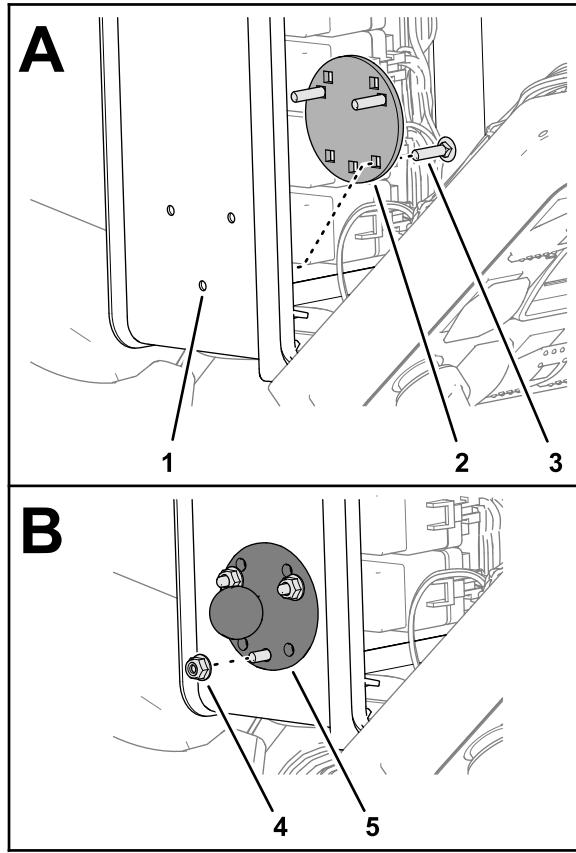

Figure 41
1. Insérez les 3 boulons de carrosserie dans l'ouverture carrée du raidisseur, comme montré à la Figure 41.
- 2. Installez les boulons de carrosserie et le raidisseur dans les trous de la console de commande (Figure 41).
- 3. Montez le support à rotule sur les boulons de carrosserie et fixez le support à la console de commande (Figure 41) à l'aide de 3 contre-écrous à embase (n° 10).